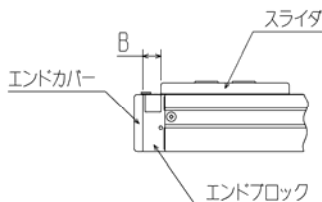

図 5.5-1
- (1) パラメータ 2 のモータ回転方向の値を 1 にします。
- (2) 原点調整を行います。調整方法は■5.4 項と同様に、エンドブロックから B の位置を原点としてください。(図 5.5-1 参照)